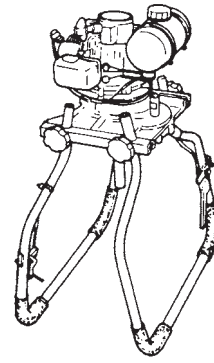

Fig. 14
- 2) Handtagsstängerna kan användas som stödben vid förvaring. (Fig. 14)